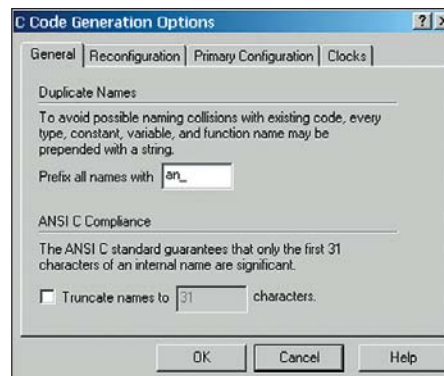

Рис. 8
2. Выбором подпункта *C Code* → *Generate* основного меню программного обеспечения AnadigmDesigner®2, а затем нажатием кнопки *Generate Options* (рис. 8).